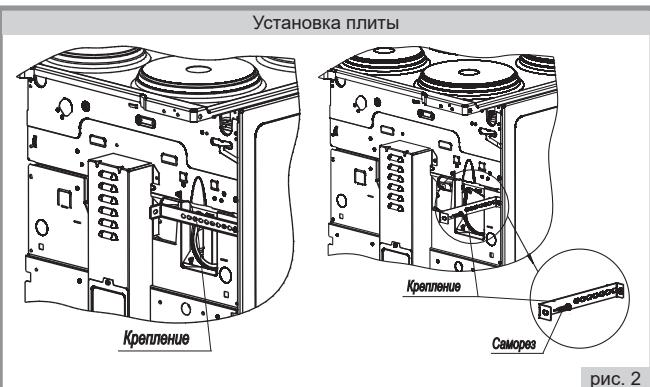

рис. 2
1. Деталь для крепления плиты к стене установлена на плиту (рис.2).
2. Не снимая крепление с плиты, отогнуть его на 90°C (рис. 2)